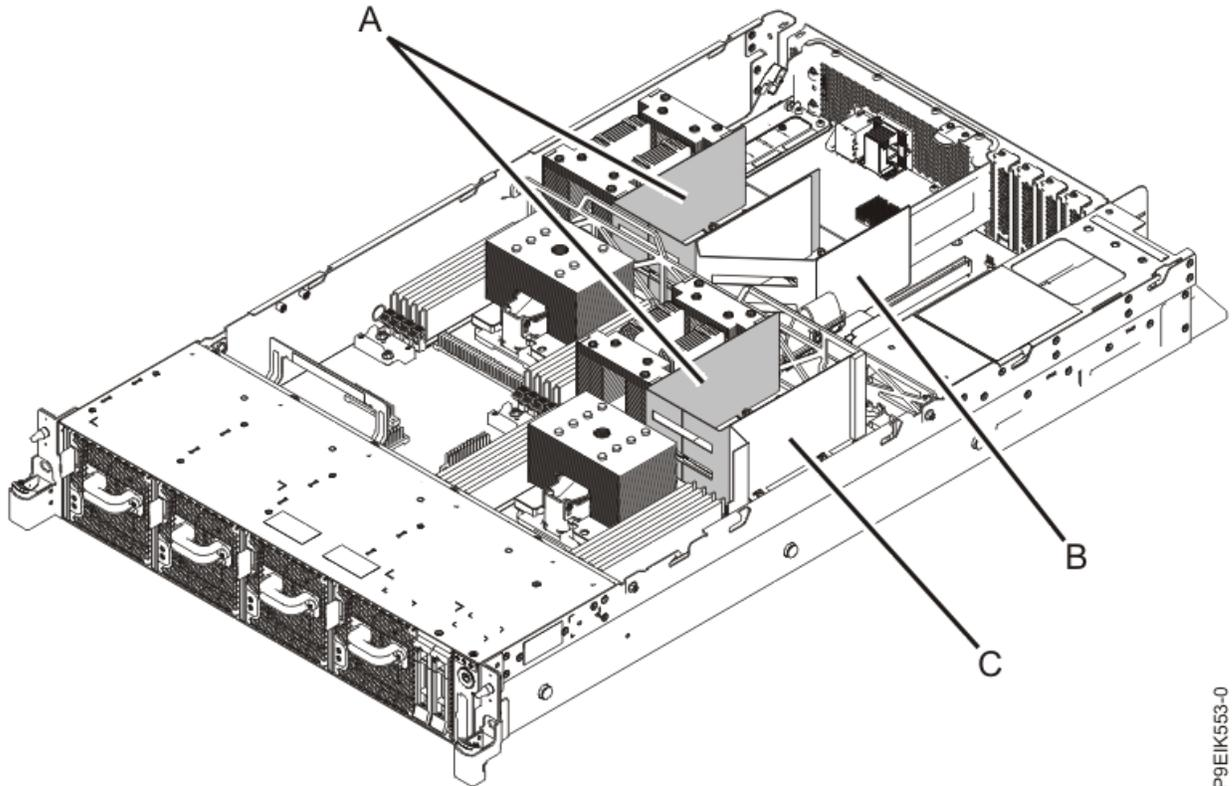

Figura 22. Deflectores de aire de GPU (A) y deflectores (B y C)
2. Extraiga las dos placas de relleno de la GPU (**A**) que están en las ubicaciones de los zócalos de la GPU, tal como se muestra en la Figura 22 en la página 26. Los dos deflectores de aire (**B**) y (**C**) deben permanecer en su sitio para garantizar una correcta refrigeración.